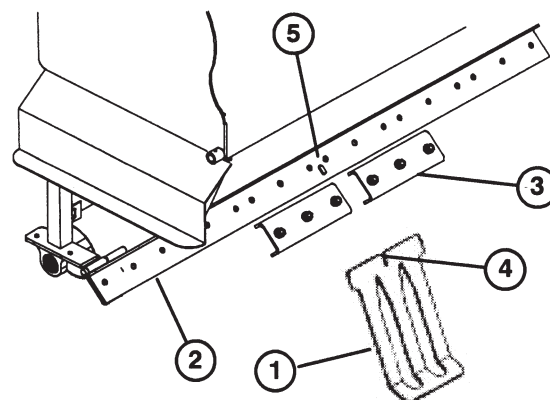

Bild 13
1. Lockern Sie die Muttern, mit denen die Rasenschutzklemmen an der Rasenfinger-Werkzeugleiste (Bild 13) befestigt werden.
2. Schieben Sie den zutreffenden Rasenschutz unter die zentralen Rasenschutzklemmen, und schieben Sie dabei die Auskerbung auf den Richtkeil am Rasenfingerprofil (Bild 13).